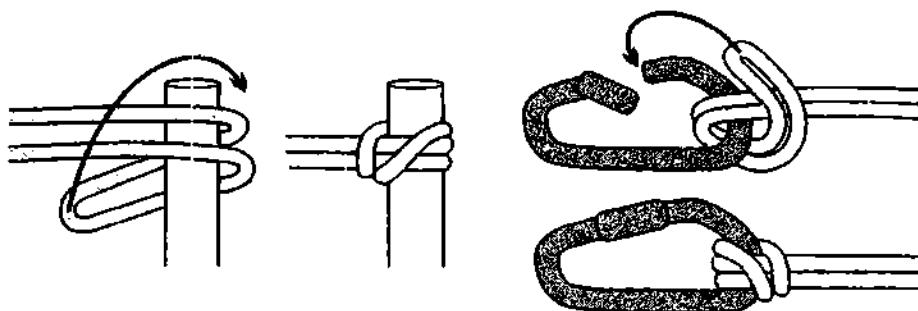

Рис. 602. Паловый узел.
**Паловый узел**, пожалуй, является самым простым узлом для крепления фалинья лодки за пал, битенг или кнехт (рис. 602). Обносы верёвки создают достаточное трение, чтобы узел не полз и не развязывался. Крепить фалинью **паловым узлом** можно даже концом, на котором сплетена незатягивающаяся петля огонь: *Паловый узел не затягивается и легко развязывается после использования.*